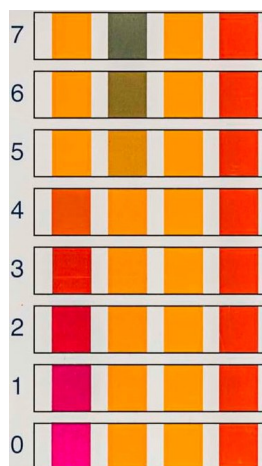

图 3: 通过与 pH 试纸条上的色标区进行目视比较来确定 pH 值。pH 试纸条上的所有四个反应区都必须与给定 pH 值下的色标相匹配。左侧所示的数字为相应的 pH。你可以要求实验室助理查看印有色标的标准品。
11. 用滴管从标记为“**2 M HCl (aq)**”的螺旋盖玻璃瓶中抽取 HCl 水溶液，加入反应液中，将反应液的 pH 调至 1-2，一共需要取用约 6-8 mL HCl 水溶液。随时可以用 pH 指示条 (参考图 3 颜色图案) 检测反应液的 pH。常规的做法为，用干净的滴管从反应瓶中取少量反应液，在 pH 指示条上滴一滴，**不要** 将指示条直接浸入反应液中。**继续** 加入 HCl，直到 pH 约为 1-2，然后**停止** 加入 HCl。